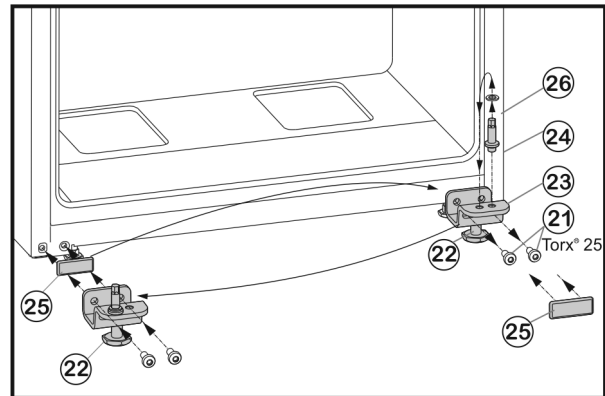

Fig. 8
- ▶ Desatornillar los tornillos de sujeción Fig. 8 (21).
- ▶ Retirar soporte de rodamiento inferior Fig. 8 (23) por completo con pivote roscado Fig. 8 (24), arandela Fig. 8 (26) y pie de ajuste Fig. 8 (22).
- ▶ Desenroscar el pivote roscado Fig. 8 (24) por completo con la arandela Fig. 8 (26), colóquelo en el orificio de sujeción más adelante del soporte de rodamiento y vuélvalo a enroscar.
- ▶ Retirar con cuidado la placa de recubrimiento Fig. 8 (25) y colocarla en el lado opuesto.
- ▶ Atornillar el soporte de rodamiento inferior Fig. 8 (23) por completo con el pivote roscado Fig. 8 (24), la arandela Fig. 8 (26) y el pie de ajuste Fig. 8 (22) en el nuevo lado de las bisagras con ayuda del destornillador eléctrico (con 4 Nm).
- ▶ Colocar la puerta desde arriba en el pivote roscado *Fig. 8 (24)*.
- ▶ Desenroscar el pie de ajuste *Fig. 8 (22)* del apoyo inferior *Fig. 8 (23)* hasta que se pose en el suelo.